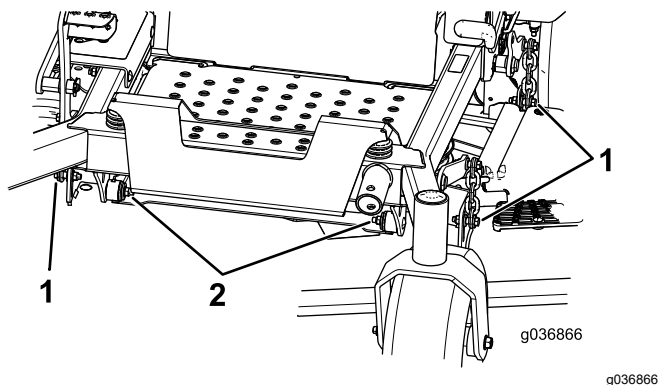

Figura 86
8. Îndepărtați și păstrați uruburile și piulițele de pe ambele laturi ale mainii (Figura 86).